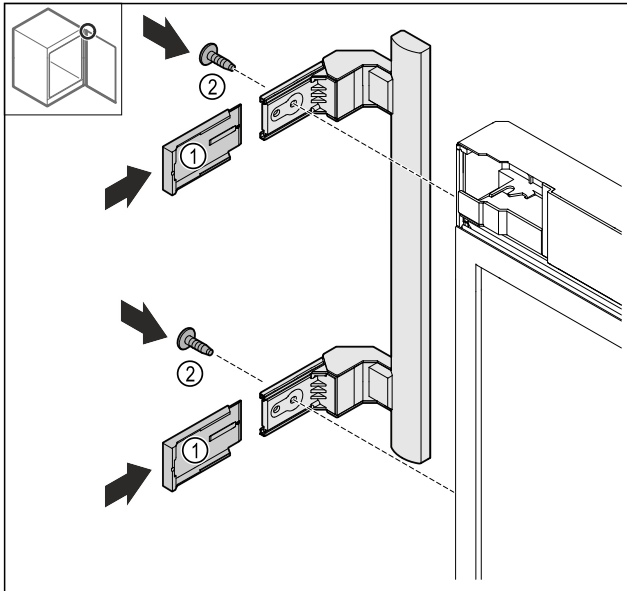

Fig. 21
- Applicare le coperture Fig. 21 (1).